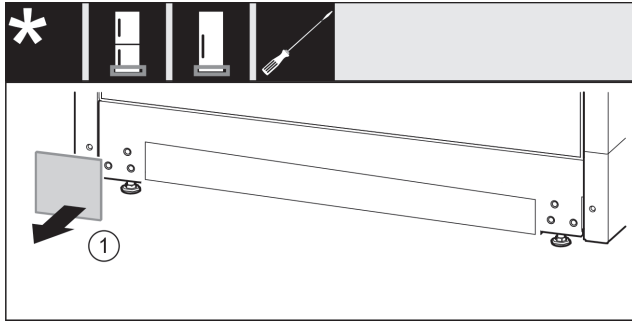

Fig. 35
- ▶ Odoberte kryt. *Fig. 35 (1)*